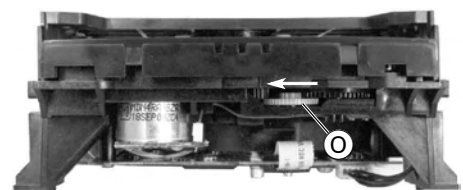

Fig. 8
- Zahnrad **ⓐ** (Fig. 8) in Pfeilrichtung drehen bis Schublade sich bewegt, dann komplett herausziehen.
- Turn the toothed wheel **ⓐ** (Fig. 8) in direction of the arrow until the tray moves then pull out the tray.